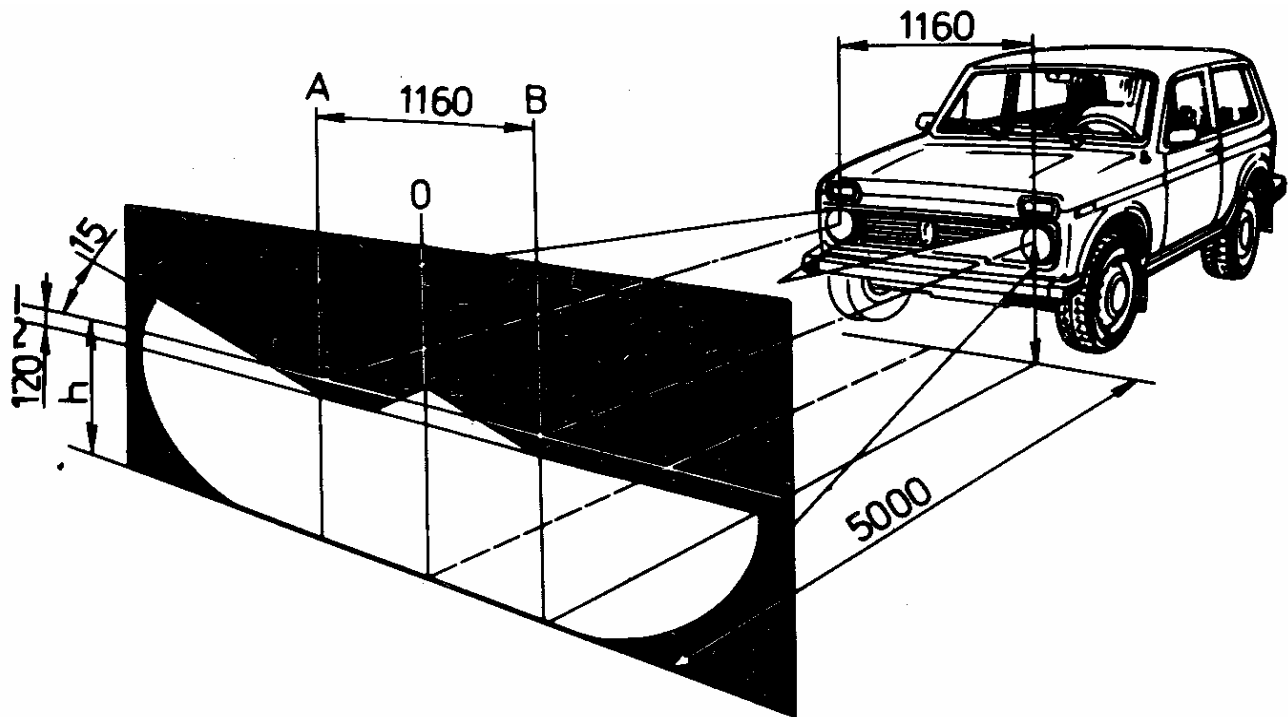

Fig. 67. Regulación de la luz de cruce de los faros
1. Instale el automóvil completamente repostado y equipado con 750 N (75 kgf) de carga en el asiento del conductor y las ruedas infladas normalmente en una plazoleta horizontal (fig. 67) a 5 m de una pantalla blanca, alojada a la sombra. De pantalla puede servir una pared blanca de un edificio.
4. Conecte la luz de cruce y dando vueltas a los tornillos 1 y 2 (fig. 68) establezca los elementos ópticos de manera que la frontera horizontal entre las zonas alumbradas y no alumbradas pase por la línea 2 (véase fig. 67), y las líneas inclinadas limitadoras salgan de los puntos de intersección de las líneas A y B con la línea 2.